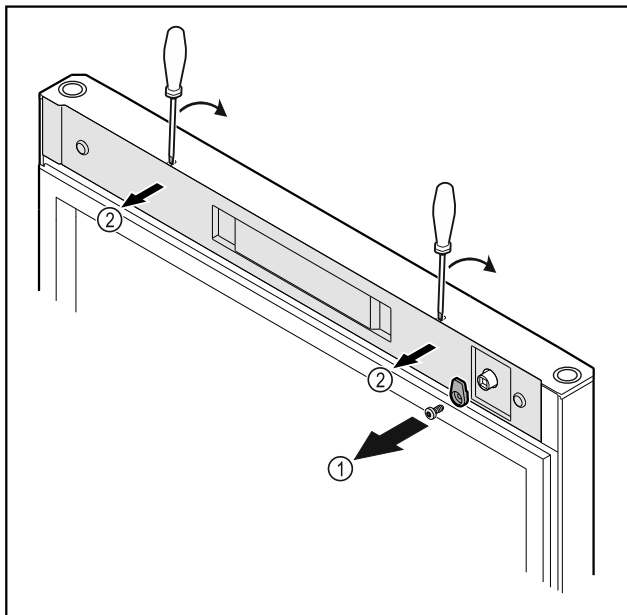

Fig. 18
- ▶ Svitare i ganci di chiusura Fig. 18 (1).
- ▶ Disinnestare la copertura Fig. 18 (2) con l'ausilio di un piccolo cacciavite e rimuoverla.